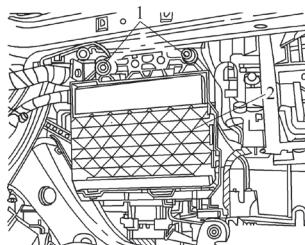

图 5-29 从装配支架上取下舒适系统
- 2) 如图 5-29 所示，旋出螺母 1，从装配支架上取下舒适系统控制单元 J393。